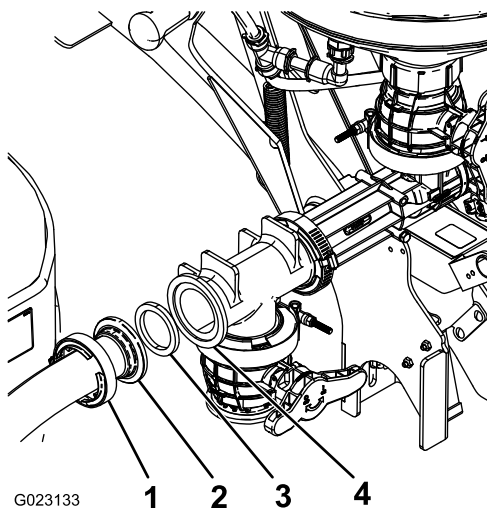

Figure 16
2. Fixez l'autre extrémité du flexible à l'orifice avant du mélangeur au moyen d'un joint et d'un collier (Figure 16).